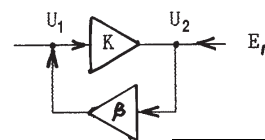

рис. 6
Внешний сигнал можно подавать в любую точку замкнутой петли ОС, например, на вход звена $β$ (рис.6). Тогда $U_2 = E_g / (1 - K β)$; (10)